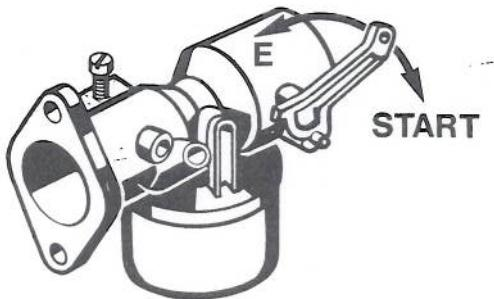

Fig. 2
2. a) Le moteur étant froid: placer le choke du carburateur en position "Start" (voir fig. 2).
b) Le moteur étant chaud: laisser le choke du carburateur dans la position de marche (E, fig. 2).